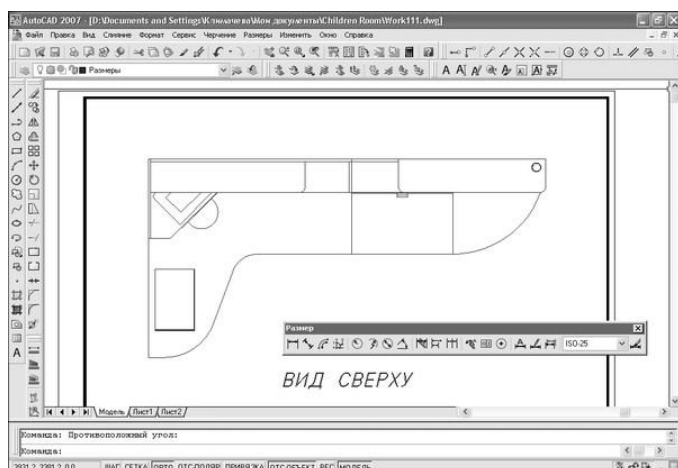

Рис. 11.2 Окно Создание нового размерного стиля
7. В строке Имя нового стиля открывшегося окна Создание нового размерного стиля (рис. 11.2) введите вместо предложенного по умолчанию название нового стиля, например ЕСКП. В списке На основе содержится стиль, на основе которого будет создан новый стиль. Поскольку по умолчанию в этом списке присутствует лишь стиль ISO-25, особого выбора у вас не будет. В списке Размеры можно выбрать тип размеров, для которых будет определен новый стиль. Оставьте выбранное в этом списке значение Все размеры.